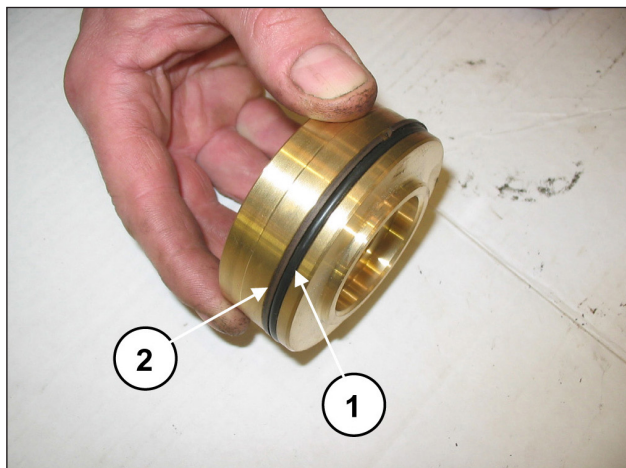

Рис. 125
Установите уплотнительное кольцо, поз. №17 на детализовочном чертеже (поз. ①, Рис. 125), и антиэкструзионное кольцо, поз. №21 на детализовочном чертеже (поз. ②, Рис. 125), в пробку нагнетательного клапана.